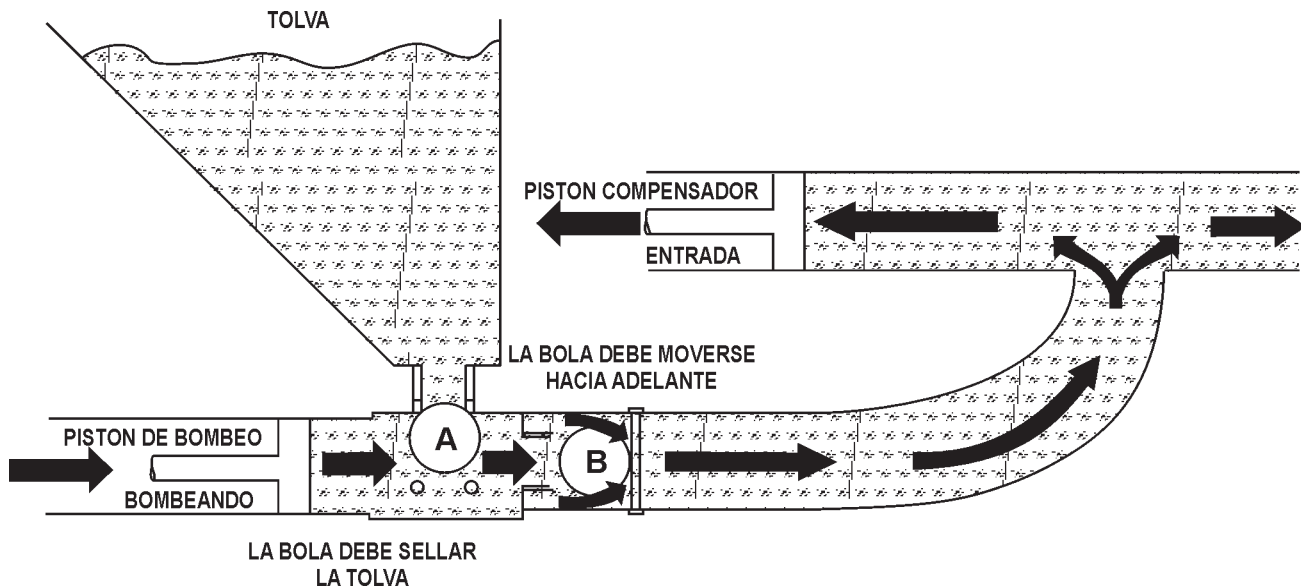

Figura 10. Pistones de bombeo
El pistón de bombeo (Figura 10) está forzando que el material pase la bola (B) y salga por la boquilla, también cerrando la bola A para que el material no se regrese a la tolva. Esta acción también llena el pistón de compensador para el siguiente tiempo.